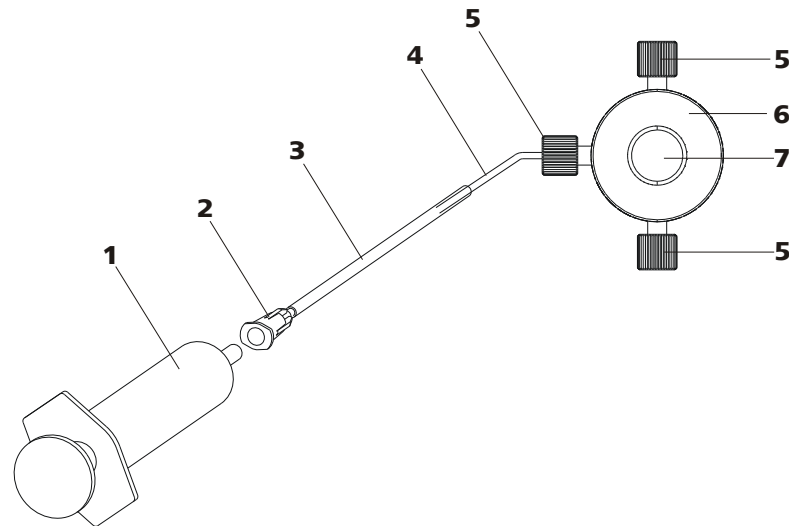

Figura 20 Purga de la bomba de alta presión
Purgue la bomba de alta presión como se indica a continuación (véase *Figura 20, página 39*):
- Inserte la jeringa (20-1) en el conector Luer (20-2) de la cánula de purga (véase Figura 20, página 39).